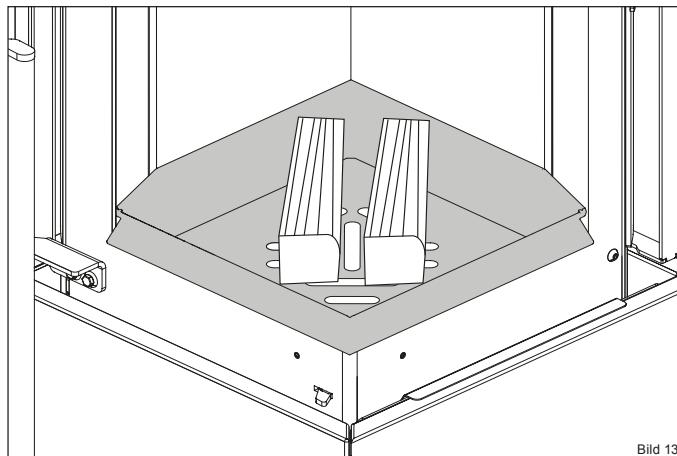

Bild 13
- Legen Sie zwei Holzscheite (4) mit 1,5 kg Gesamtgewicht mittig in den Feuerraum ein (mit der Stirnseite nach vorne zeigend) (Bild 13).